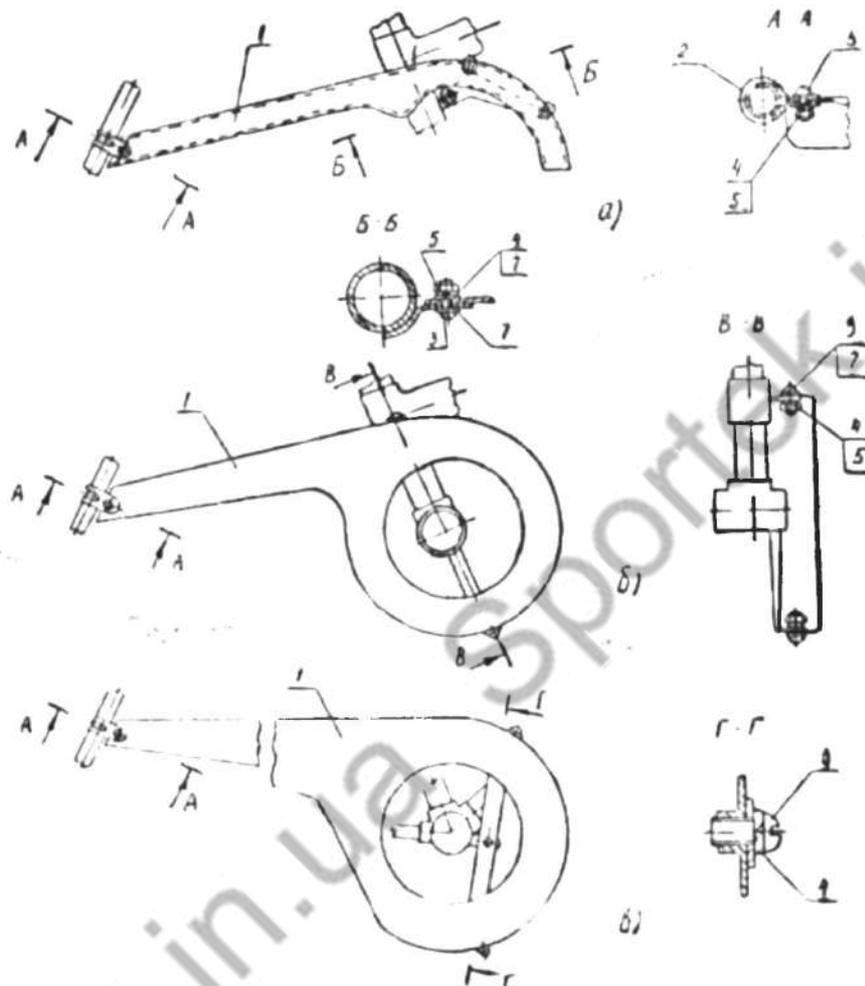

Рис. 9. Установка щитков цепи.
— щиток с дополнительным кожухом, закрывающий верхнюю ветвь цепи и часть ведущей звездочки (рис. 9а), и щиток, закрывающий верхнюю ветвь цепи и ведущую звездочку (рис. 9б)
На велосипедах моделей 111-631, 113-653, 111-641 применяется щиток цепи, закрывающий верхнюю ветвь цепи и ведущую звездочку (рис. 9в).
При наличии резьбы в кронштейне щитка винт (3) с помещенными на нем шайбами (7) и (4) ввертывают в резьбовое отверстие кронштейна (рис. 9в).